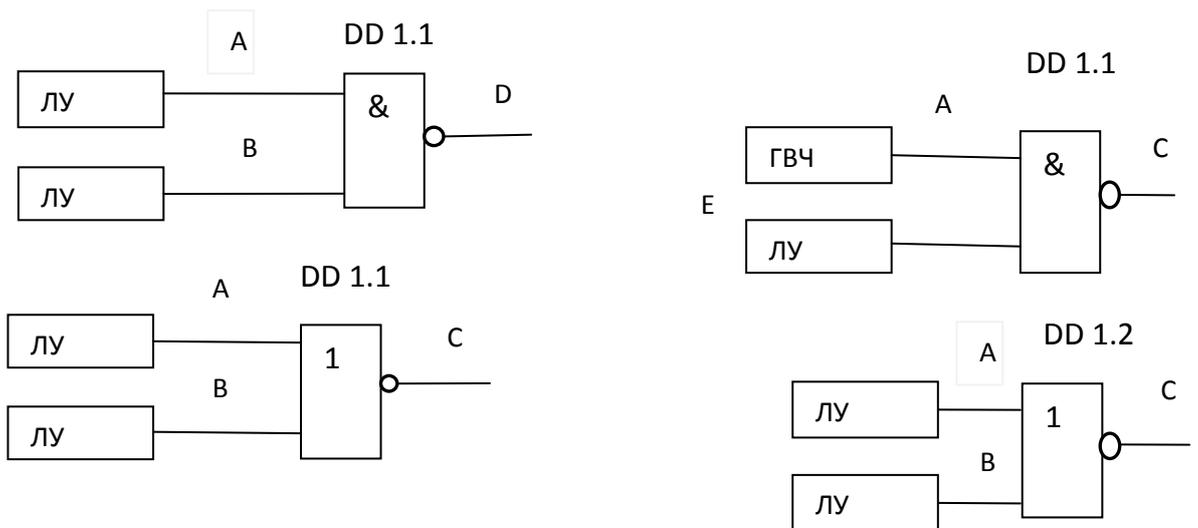

Рис. 5. Применение логических элементов, как коммутаторов сигналов
* - в схемах рис. 5, пользуясь осциллографом, снимать временные диаграммы входных и выходных сигналов для случаев, когда входные сигналы с ГВЧ или ГНЧ проходят на выход логического элемента.